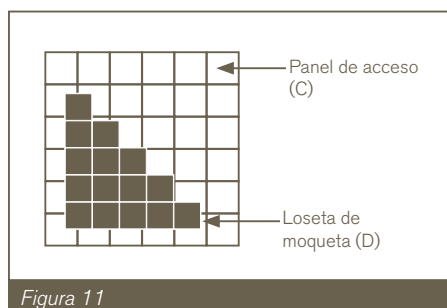

Figura 11
3.4 Suelos de acceso elevado (véase la Figura 11)